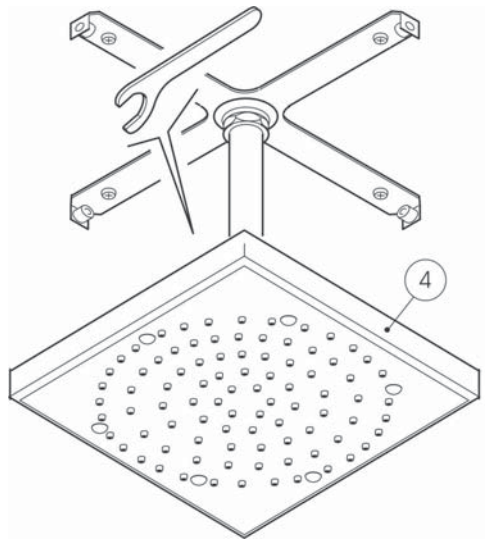

Fig. 6
5) Avvitare il soffione 4 sul braccio doccia 3 (fig.6).
- 5) Screw the shower head 4 onto the shower arm 3 (fig.6).
5) Die Duschröhre 4 an den Duscharm 3 anschrauben (Abb. 6).
- 5) Visser le plafond de douche (4) sur le bras de douche (3) (fig. 6).